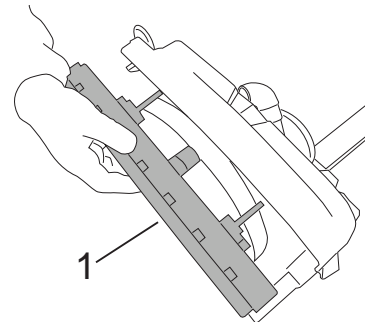

Fig.40
- Ziehen Sie den Saugfuß aus der Maschine (Abb. 40, Pkt. 1).